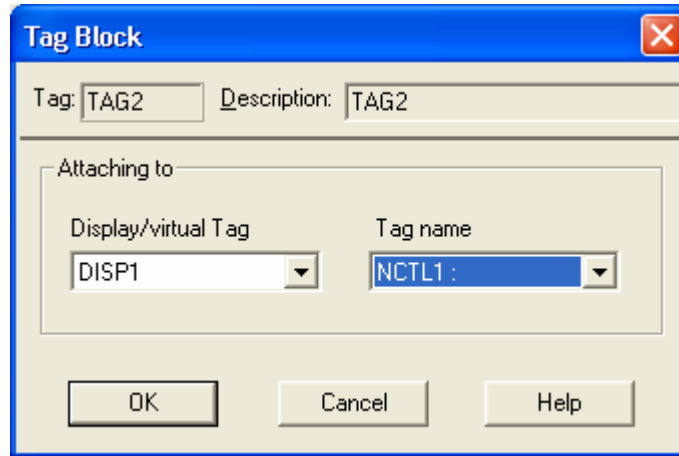
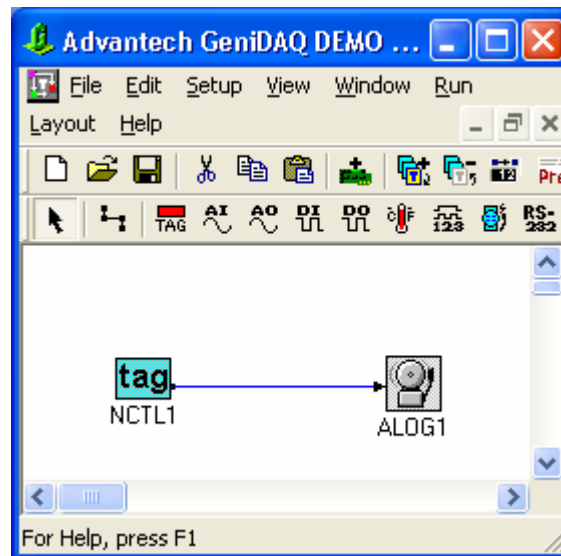

Рис. 4.53. Конфигурирование функционального блока *тег*
Рис. 4.62. Вид окна редактора задач
Функциональный блок *тег* (**Tag**) редактора задач предназначен для установления связи между элементами управления редактора форм отображения с одной стороны и функциональными блоками редактора задач или виртуальными тегами с другой стороны (рис. 4.53). На данном занятии тег используется для связи управляющего элемента из окна отображения с функциональным блоком редактора задач.
Блок *tag* имеет непосредственный доступ к значениям элемента управления редактора форм отображения или виртуального тега центра обработки данных, указанного в полях группы **Attaching to**. На рис. 4.53 таким элементом является управляющий элемент **NCTL1** окна отображения. Получаемые значения *tag* передает функциональному блоку окна редактора задач, присоединенному к его выходу.
4. *Четвертое действие.* Выдвиньте на передний план окно редактора задач и разместите в нем функциональные блоки *тег* и блок *архива тревог*. Произведите двойной щелчок левой кнопкой мыши над блоком *тег* и появится диалоговое окно его настройки (см. выше рис. 4.53). Сконфигурируйте блок *архива тревог* в соответствии с рис. 4.54. Соедините выход *тега* со входом блока *архива тревог*. Окно редактора задач приобретет вид, показанный на рис. 4.62.